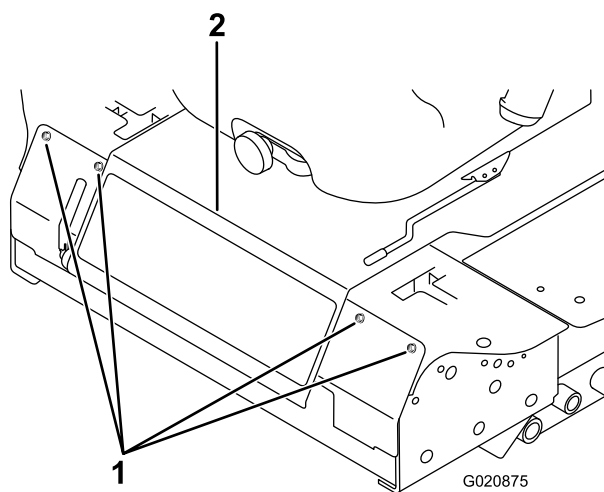

Figura 57
3. Togliete i bulloni che fissano il pannello anteriore, e rimuovete il pannello (Figura 57).